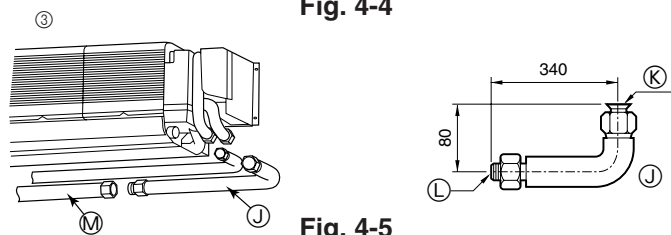

Fig. 4-5
- ③ Raccordo a L (per la tubazione del gas) (Fig. 4-5)